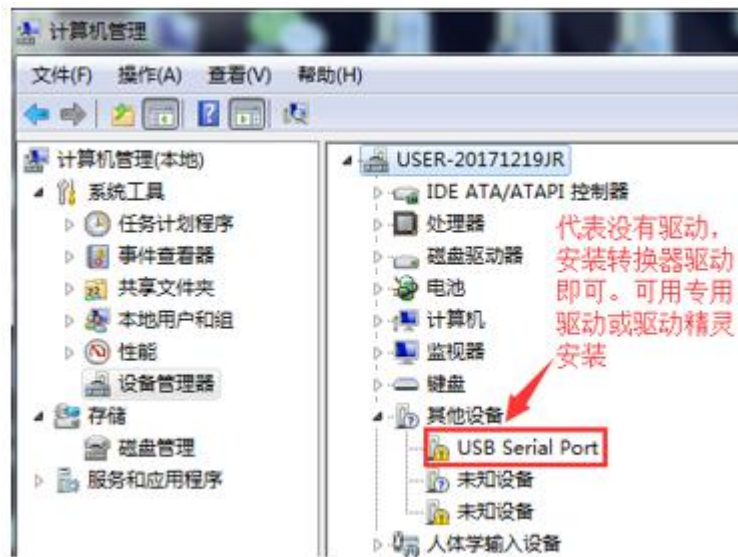

图3.7
③检查电脑设备管理器中，转换器驱动是否正确，若未安装驱动，安装驱动即可（图3.7）；